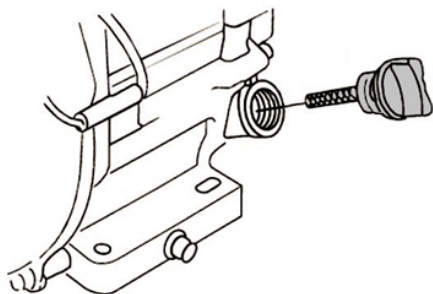

Рис. 26 Крышка-щуп маслозаливной горловины
2. Открутите крышку-щуп маслозаливной горловины и извлеките щуп (Рис. 26).
2. Выкрутите крышку-щуп маслосаливной горловины и извлеките щуп (Рис. 26).